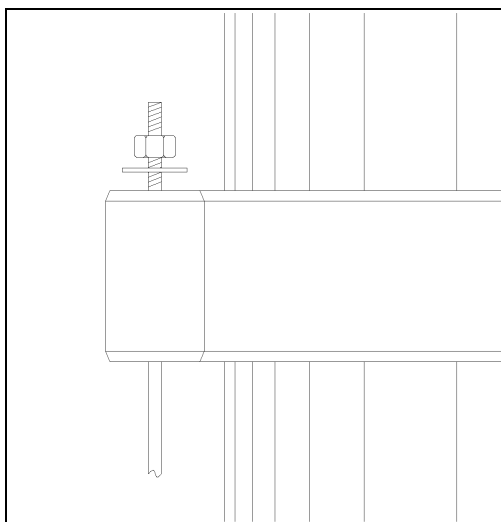

Figura 8 Particolare del posizionamento di dado e rondella sul tirante
- Inserire le rondelle e i dadi senza serrare (Figura 8).